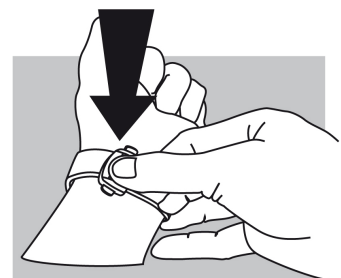

fig.2
### Einsatz des Heliumauslassventils (fig. 2)
**Schließen (fig. 2):** Legen Sie die Uhr an und drücken Sie mit dem Daumen auf die Schließe, bis Sie ein Klickgeräusch hören.